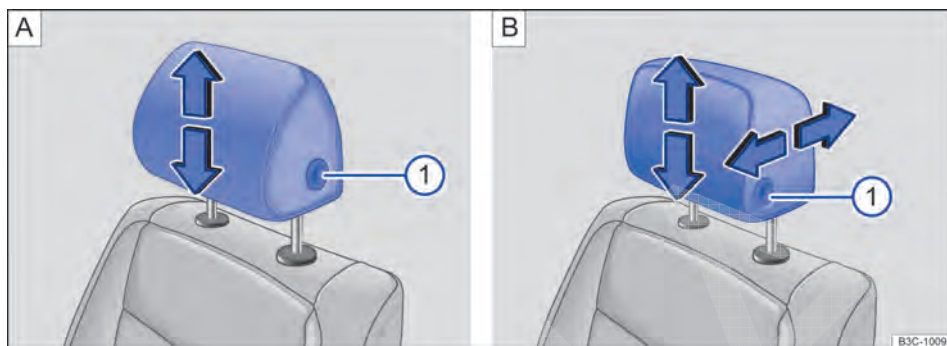

Fig. 51 Ajustar o apoio para cabeça dianteiro: em veículos sem (A) e com (B) apoios para cabeça ajustáveis na longitudinal.
- Empurrar o apoio para cabeça para cima no sentido da seta ou, com o botão  **Fig. 51**  pressionado, empurrar para baixo .
- Empurrar o apoio para cabeça para frente no sentido da seta ou para trás com o botão  **Fig. 51**  pressionado.